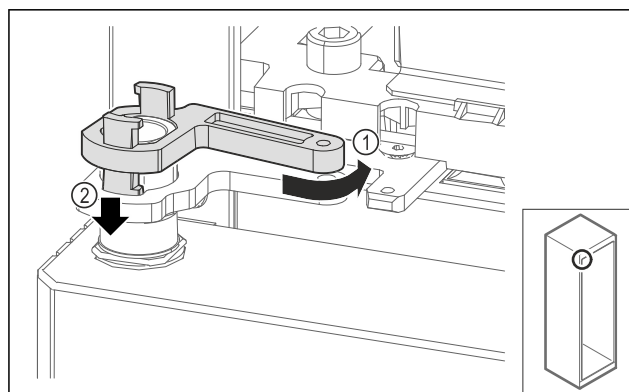

Fig. 71
- Vergrendeling lagerbok iets terugdraaien Fig. 71 (1), omlaag drukken Fig. 71 (2) en in de scharnierhoek vergrendelen.